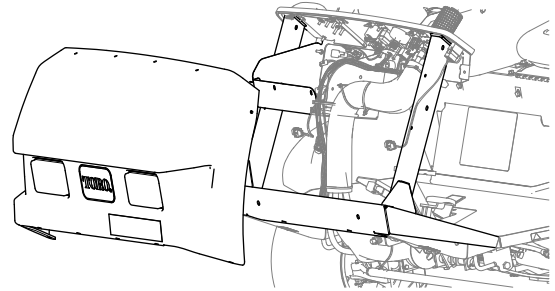

Figura 24
7. Retire el capó de la máquina (Figura 24).